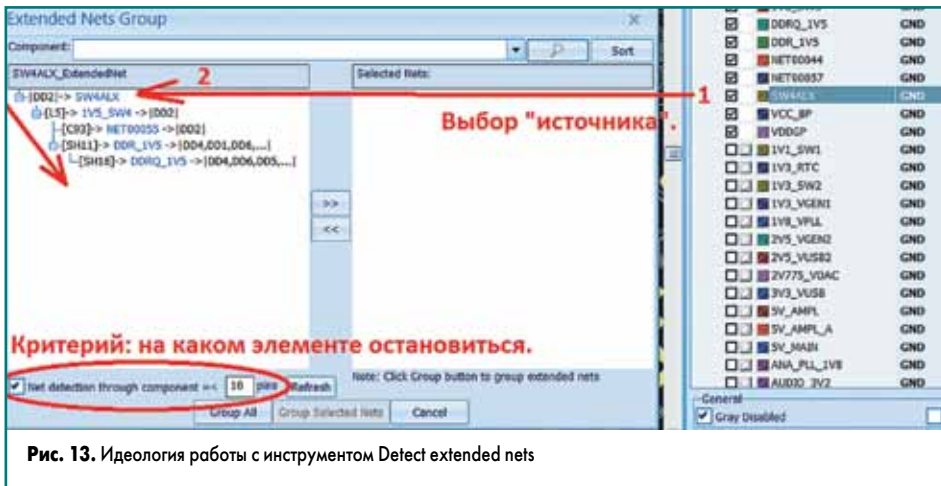

Рис. 13. Идеология работы с инструментом Detect extended nets
- Detect Extended Nets (рис. 13) — в сложных проектах печатных плат цепи питания, начинаясь на источниках напряжения, затем могут разветвляться на множество более